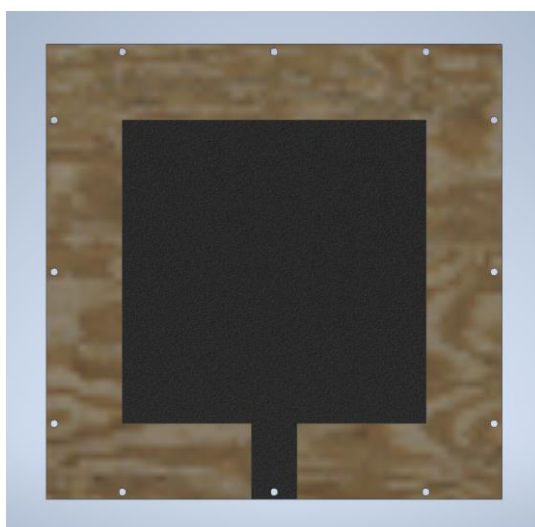

Рис. 1. Пример секции-модуля «Площадка».
1) Секций лабиринта. Секции изображены и нанесены на поверхность модулей-«плиток» 300х300 мм и могут быть размещены на стенде в различных комбинациях (Пример - Рис.1). Макет